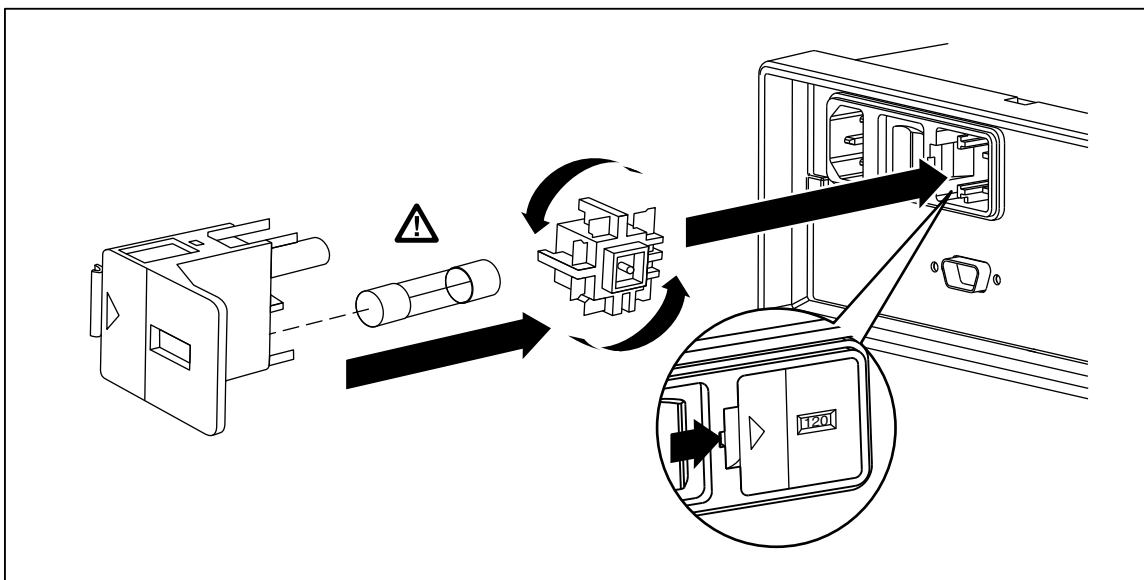

Рисунок 2-1. Замена сетевого плавкого предохранителя
2. Вставьте отвертку со стандартным лезвием в узкую прорезь слева от держателя плавкого предохранителя и поднимайте ее вправо, пока держатель не выскочит из пазов. См. Рисунок 2-1.